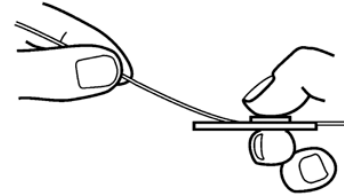

図2
4. 一方の手で、インサクションデバイスのポジショニングブロックを押さえて、本品を固定する。もう一方の手で、ガイドワイヤーの近位部末端から約4cmの部分を持続する。ガイドワイヤーをインサクションデバイスの上面より高い位置で保持しながら、ガイドワイヤーをTAPERと書かれた溝に挿入する。ガイドワイヤーを進める際は、ガイドワイヤーをたわませるようにする。(図2)